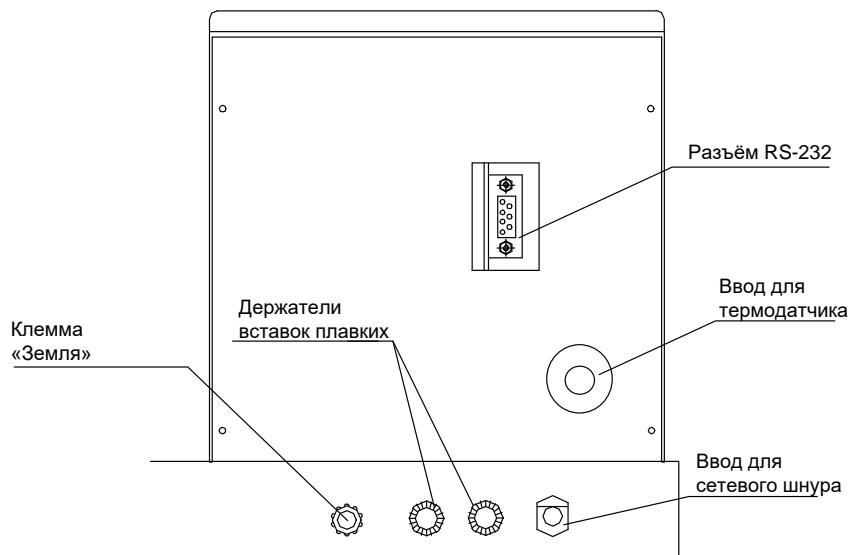

Рисунок 2 – Вид аппарата сзади
На задней стороне аппарата расположены узлы подвода питания и коммуникации (рисунок 2).
3.1.2 Допускается подключение аппарата только к евророзетке с заземлением. Дополнительно подключить клемму «Земля» на аппарате (рисунок 2) к контуру заземления.